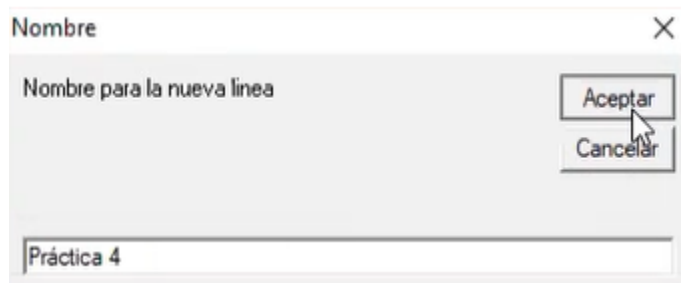

Figura 257. Nombre de la poligonal.
66. En la ventana que se desplegó, introducir el nombre de la poligonal y presionar “Aceptar”; Desactivar la opción “Dibujar línea”. Figura 257.